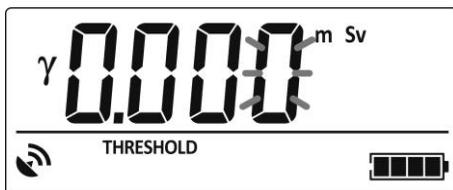

Рисунок 2.28 – РКІ дозиметра
2.3.6.8.3.2 Якщо утримувати THRESHOLD довше 4 с, то значення порогового рівня спрацьовування сигналізації обнулиться, а його молодший цифровий розряд почне мигати (рис. 2.28). Після цього THRESHOLD треба відпустити.